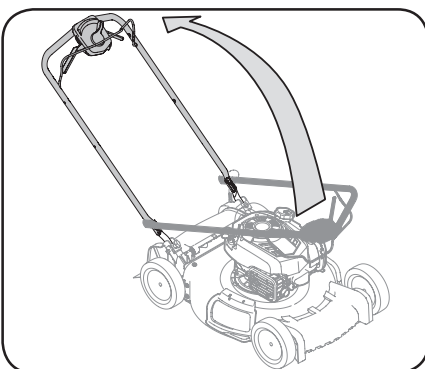

Figura 2-2
3. Mientras estabiliza la cortadora para que no se mueva, gire la manija superior hacia arriba como se muestra en la Figura 2-2. No preñe los cables mientras levanta la manija.